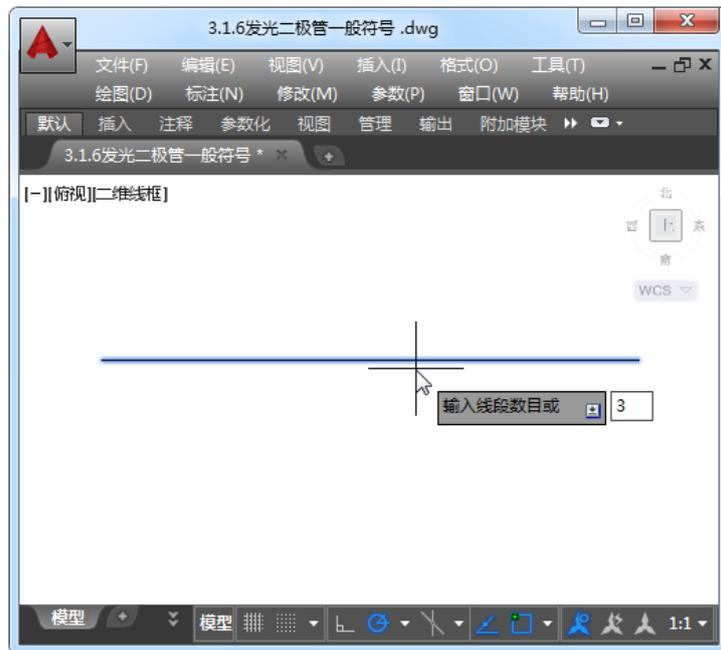

图 3-13 进行定数等分
Step02: 执行【定数等分】命令，将该线段 3 等分。根据命令行提示，输入线段数目“3”，如图 3-13 所示。